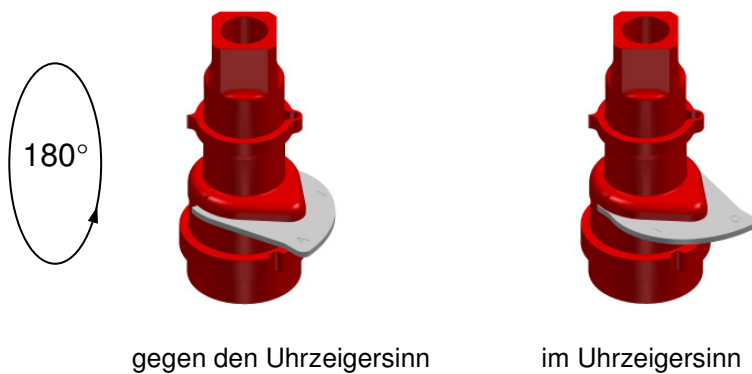
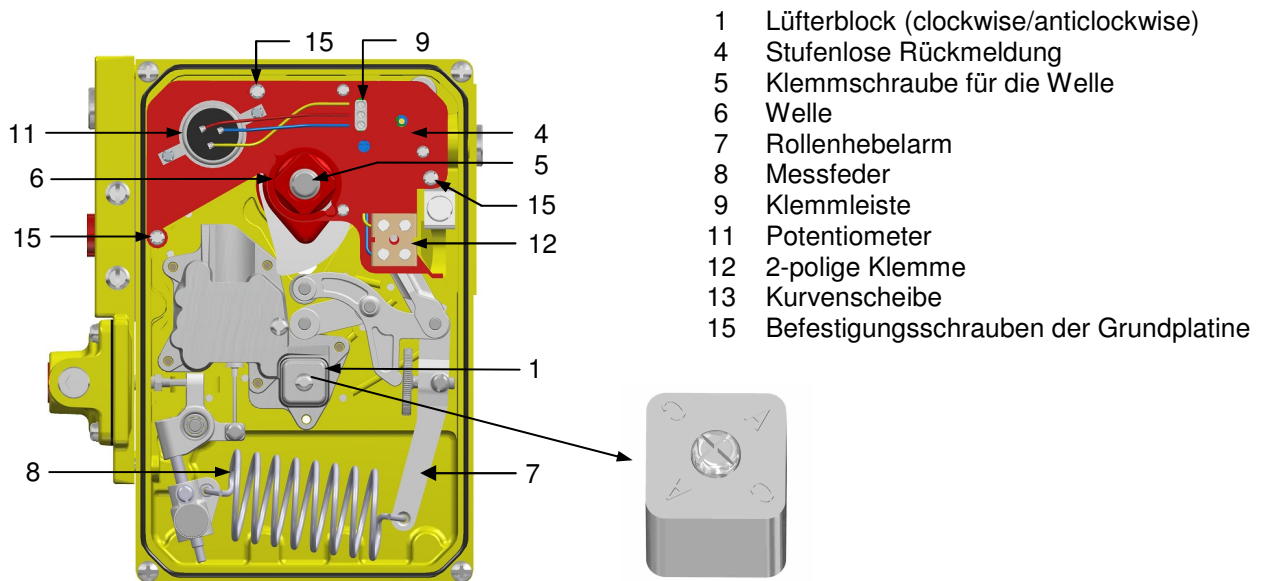
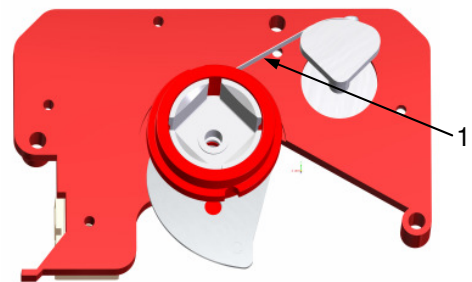
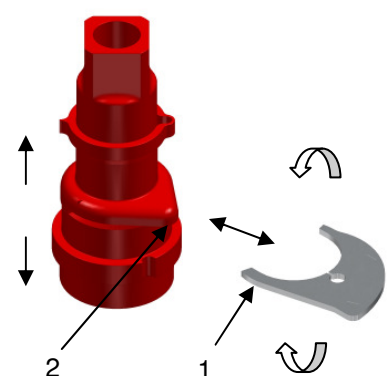

Bild 12
Bild 10
Bild 11
Bild 13
Lockern Sie die Klemmschraube (5, Bild 10), die Befestigungsschrauben (15, Bild 10) der Grundplatine und klemmen Sie die Kabel an der 2-poligen Klemme (12, Bild 10) ab. Anschließend kann die Grundplatine vorsichtig nach oben abgehoben werden. Drehen Sie die Platine, so dass Sie die Ansicht wie in Bild 11 gezeigt erhalten. Jetzt ist der untere Wellenteil frei zugänglich. Um die Drehbewegung der Welle auf das Potentiometer zu übertragen, ist das Potentiometer durch ein Spannband mit der Welle verbunden. Hängen Sie vorsichtig dieses Spannband (1, Bild 11) aus der Verankerung in der Welle. Das ist notwendig, um bei der Option Stufenlose Rückmeldung das Potentiometer der Wirkrichtungsumkehr anzupassen.
Um die Kurvenscheibe einfacher aushängen zu können, schieben Sie die Welle aus der Platine heraus. Danach ziehen Sie den unteren Wellenteil leicht nach unten und hängen die Kurvenscheibe (3, Bild 13) aus. Drehen Sie diese Kurvenscheibe um 180° (siehe Bild 12) und setzen Sie diese anschließend wieder in die dafür vorgesehene Aussparung (2, Bild 13) in der Welle. Setzen Sie die Welle wieder in der Platine ein. Anschließend muß das Spannband (1, Bild 11) wieder eingehängt werden.
Bild 12 gegen den Uhrzeigersinn
Erst dann kann die Grundplatte wieder in die vorhergesehene Position eingesetzt werden. Um sich das Einsetzen der Grundplatte etwas zu erleichtern, spannen Sie den Rollenhebelarm (7, Bild 10) gegen die Federwirkung der Messfeder (8). Arbeiten Sie dabei vorsichtig und ohne Gewalt, da diese zur Beschädigung der Grundplatte führen können.